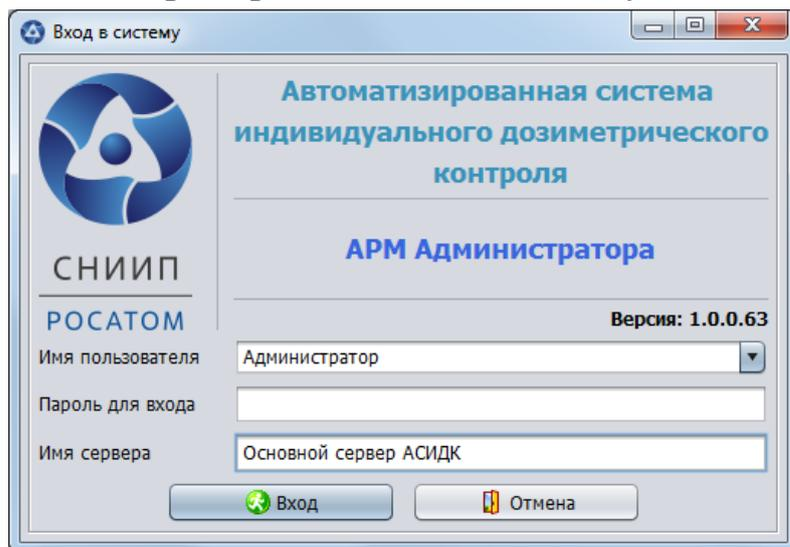

Рисунок 1
3.2.1. Для запуска необходимо выполнить процесс входа в систему (авторизации). Пример окна входа в систему (при запуске из КП «Администратор АСИДК») представлен на рис. 1. Окно предназначено для авторизации пользователя, разрешения или запрета работы с КП «Администратор АСИДК» и записи информации о запуске.